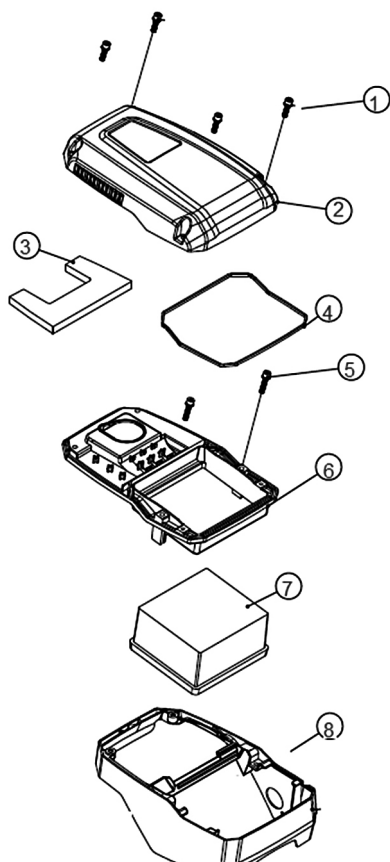

Рис. 18 Воздушный фильтр
1. Открутите винты 1 и снимите верхнюю крышку 2 воздухоподводящего фильтра (Рис. 18).
2. Извлеките из крышки поролоновый фильтрующий элемент 3 (Рис. 18). Проверьте целостность и чистоту фильтрующего элемента. При незначительном загрязнении промойте поролоновый фильтрующий элемент теплым мыльным раствором и просушите. Смочите специальным или чистым моторным маслом, после чего отожмите излишки масла. Поврежденный или сильно загрязненный поролоновый фильтрующий элемент замените.
4. Открутите винты 5 и снимите среднюю крышку 6 воздухоподводящего фильтра (Рис. 18).
5. Извлеките бумажный фильтрующий элемент 7 (Рис. 18) и осмотрите его. При необходимости замените.